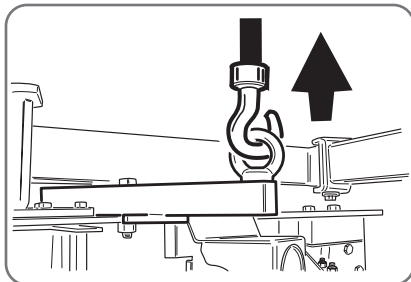

Fig. 3.2
- assicurare per mezzo della staffa di sollevamento (Fig.3.2).